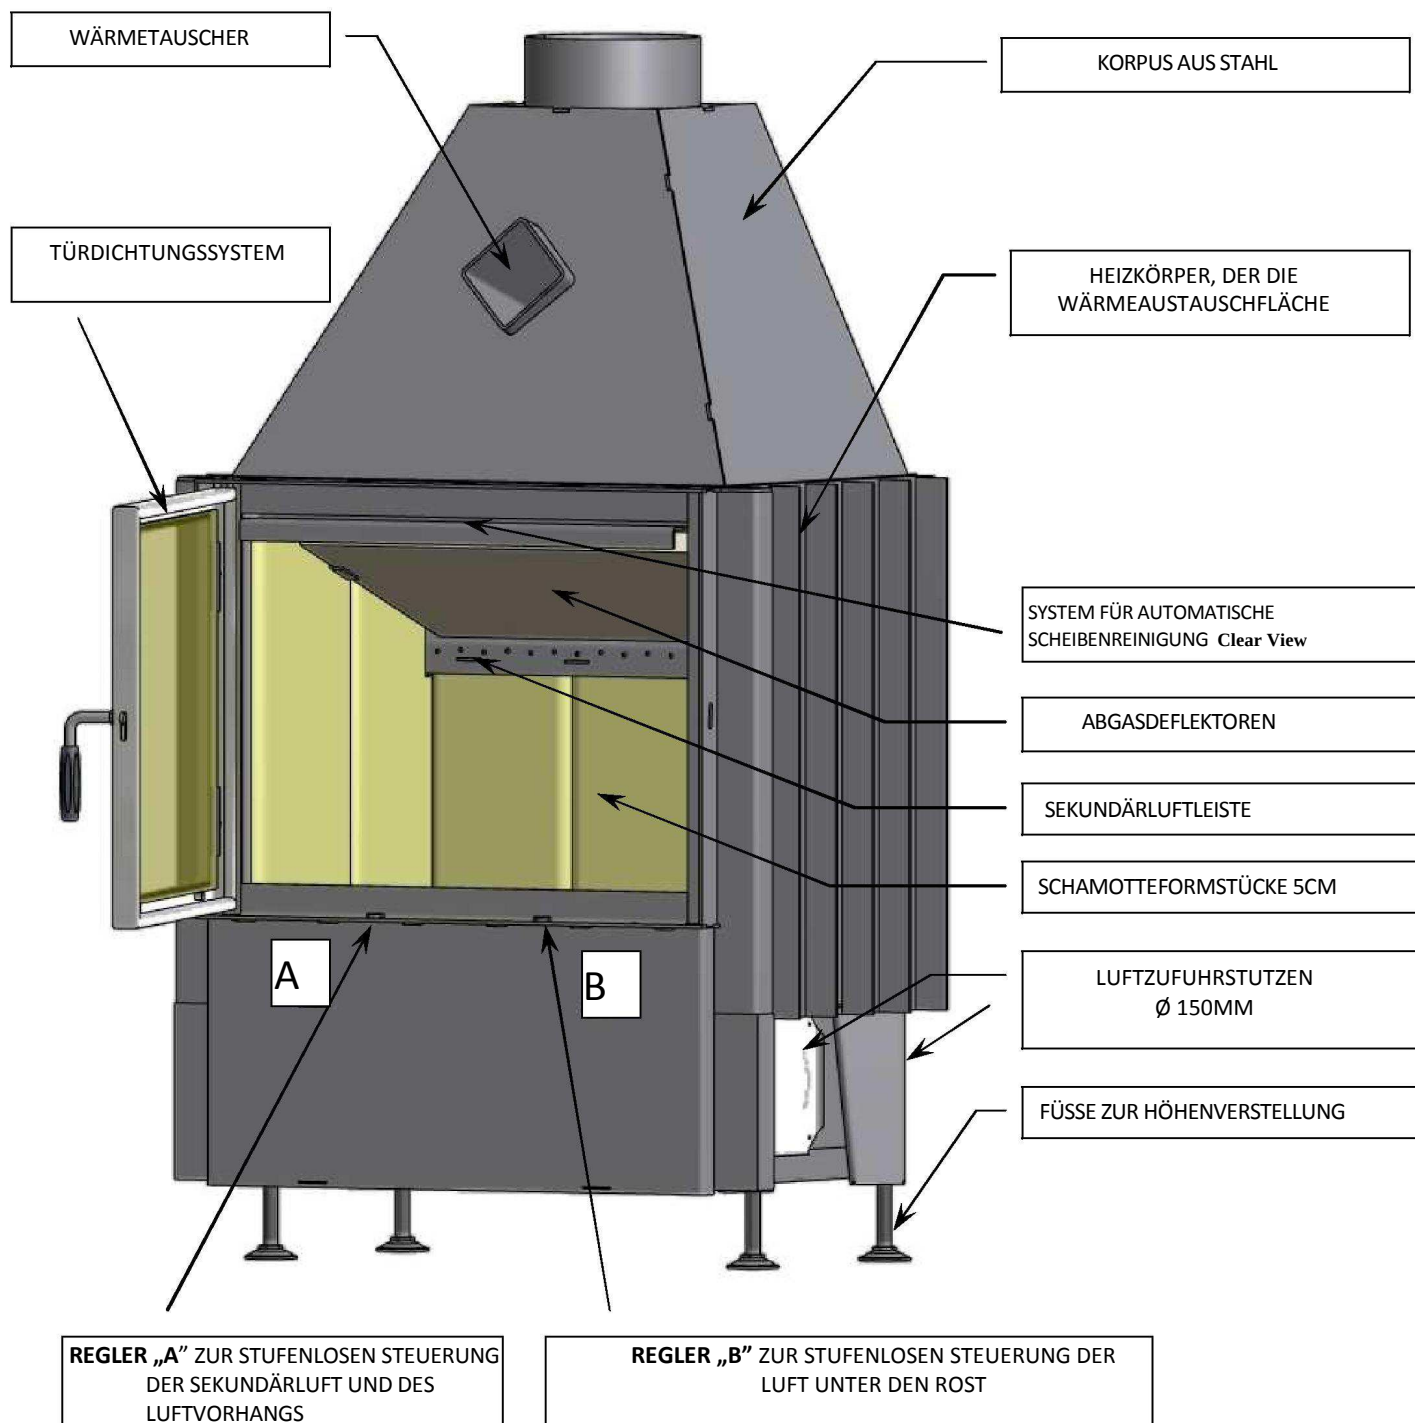
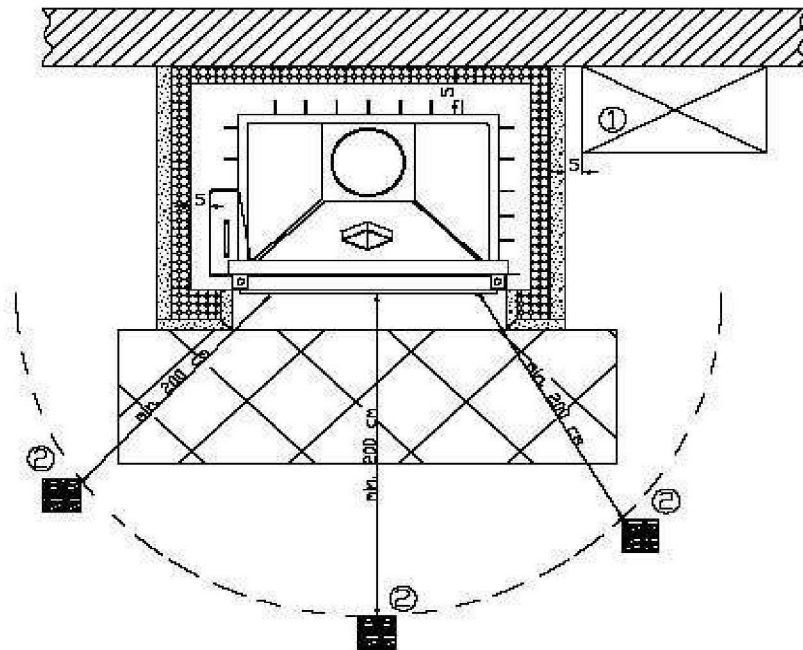

Abb. 1, 1a Aufbau eines exemplarischen Smart1V-Einsatzes
Abb. 1.5. Mindestabstand von Gegenständen der Innenausstattung
- beim Betrieb des Kamins in einem Kamingehäuse wird eine hohe Temperatur erzeugt, die bis zu 600°C reichen kann; um die Überhitzung von Einzelteilen des Kamineinsatzes und die Beschädigung des Kamingehäuses zu vermeiden, sollte ein minimaler Bewegungsabstand (Abb. 1,3) erhalten bleiben.
Der Kamin strahlt durch die Scheibe viel Wärme in die Umgebung, deshalb muss man sicher sein, dass brennbare Gegenstände wie Holz- oder Polstermöbel in einem Abstand von nicht weniger als 200 cm von der Feuerungstür (Nr. 2 in Abbildung 1,5) stehen. Der Raum zwischen der Wand des Kamingehäuses und den brennbaren Elementen darf nicht weniger als 5 cm (Nr. 1 auf der Abb. 1.5) betragen. Die Temperatur der äußeren Fläche des Gehäuses darf nicht überschreiten.